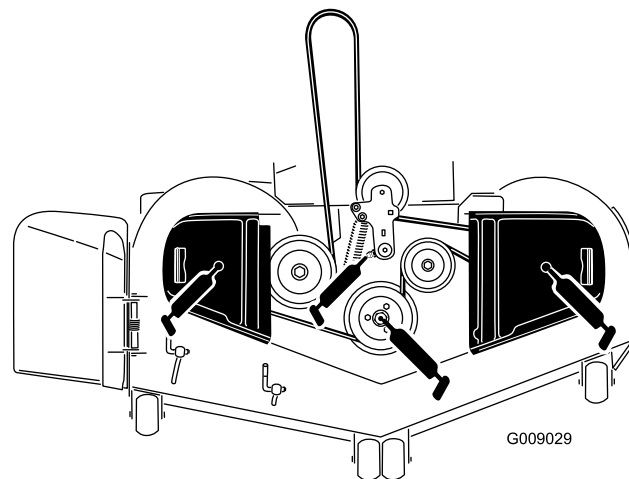

Figure 46
3. Graissez le pivot de la poulie de tension du tablier de coupe jusqu'à ce que la graisse ressorte par le bas (Figure 46).
4. Lubrifiez les roulements des 3 axes jusqu'à ce que la graisse ressorte par les joints inférieurs (Figure 46).
5. Graissez le bras de la poulie de tension de la courroie d'entraînement (Figure 46).